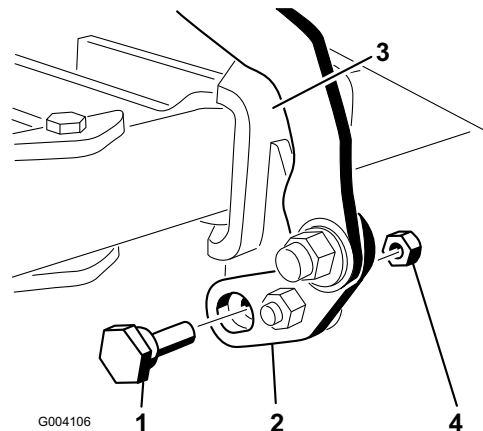
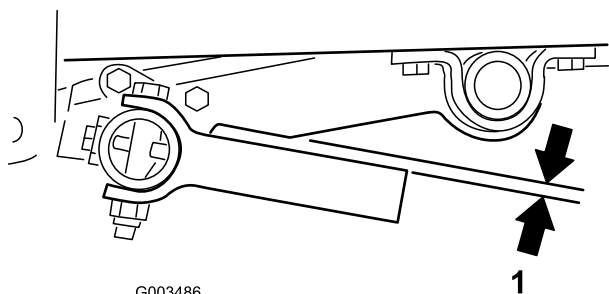

Figure 16
Figure 20
6. Insérez un boulon excentrique dans le bas de la patte de pivot et du support de pivot, et fixez-le en place avec un contre-écrou (5/16 pouce) (Figure 16).
- Tournez le boulon excentrique dans un sens ou dans l'autre jusqu'à ce que les dents soient parallèles au bras de relevage (Figure 16 et Figure 20).